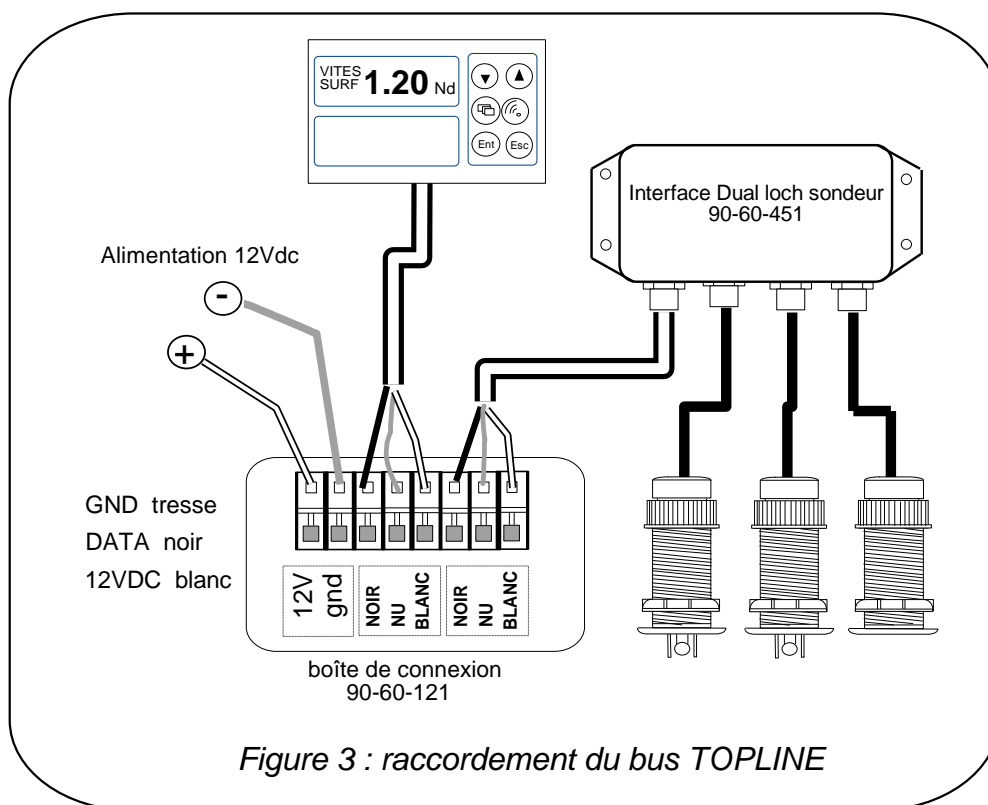

Figure 3 : raccordement du bus TOPLINE
Les capteurs sont équipés d'un câble de 6 mètres et d'un connecteur surmoulé étanche. Vous connecterez le capteur loch speedomètre bâbord (roue à aubes ou électromagnétique) sur l'embase marquée **speed sensor ①** et le capteur tribord sur l'embase **speed sensor ②**. Le capteur sondeur est connecté sur l'embase **depth sensor** (voir figure 3).